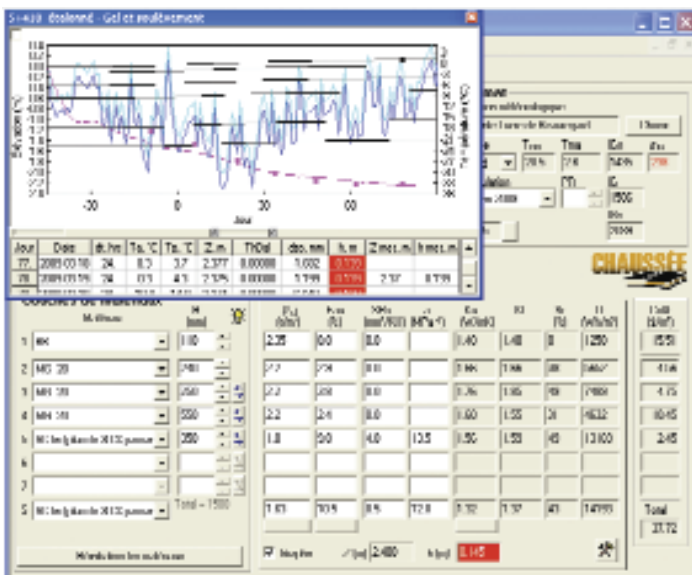

Figure 3 : Simulation Chaussée 2, étalonnée pour le sondage 5+410
Le logiciel Chaussée 2 permet enfin de dimensionner les variantes d'intervention. Aux fins de l'exercice, nous avons choisi le profil stratigraphique initial du sondage situé à 5+410, où nous avons mesuré, en date du 19 mars 2009, une profondeur de gel (Z) de 2,37 m et un soulèvement (h) de 139 mm. Le premier calcul est illustré à la figure 3. On y trouve les données du sondage, ainsi que les valeurs de potentiel de ségrégation (SP₀ de 4.8 et 8.5) qui permettent de reconstituer la profondeur de gel et le soulèvement au gel mesuré sur la route. On obtient de cette façon un